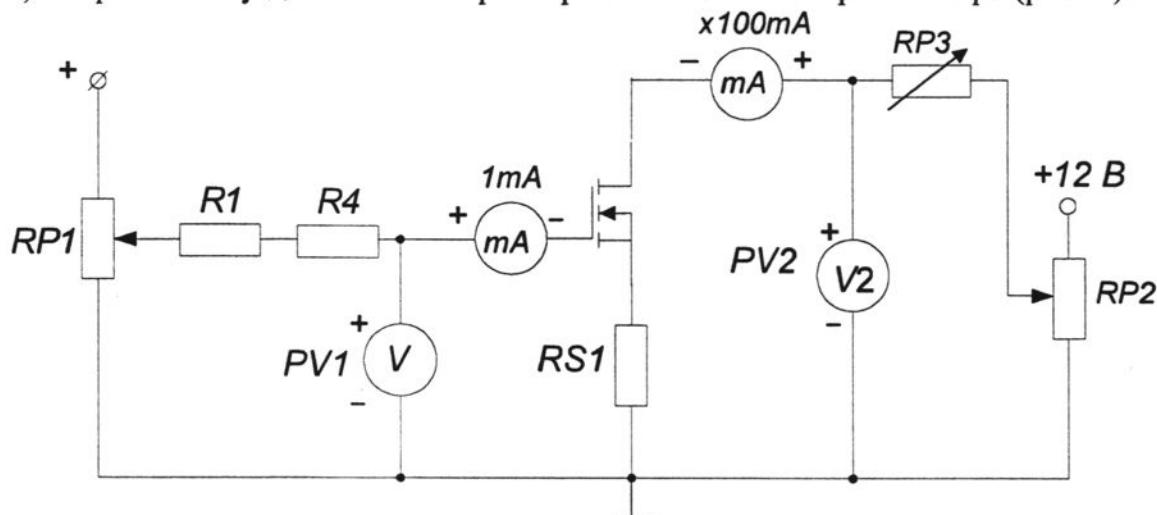

Рис. 1. Схема для снятия характеристик полевого транзистора
- собрать схему для снятия характеристик полевого транзистора (рис. 1).
- снять стокозатворную характеристику $I_c = f(U_s)$ при напряжении на стоке U_c равном заданному значению U_2 и $RP3 = 0$, используя схему на рис. 1. Экспериментальные точки здесь и далее записывать в таблицу и наносить на график. Изменяя напряжение на затворе от нуля до максимального значения при помощи потенциометра $RP1$, снять стокозатворную характеристику при отсутствии нагрузки (закороченном $RP3$). При снятии характеристики убедитесь, что ток затвора I_g мал. На начальном участке характеристики точки снимать чаще;
Переключить осциллограф в режим временной развертки. Включить функциональный генератор и установить синусоидальный сигнал с частотой f в соответствии с таблицей вариантов; уменьшить сигнал до нуля регулятором амплитуды. Переключить вход $CH1$ осциллографа в положение вход закорочен « GND ». Включить питание стенда. При напряжении $U_s = 0$ установить с помощью потенциометра $RP2$ (см. рис. 1) заданное значение « $= U_2$ » и далее не изменять его при всех экспериментах (не трогать ручку потенциометра $RP2$);